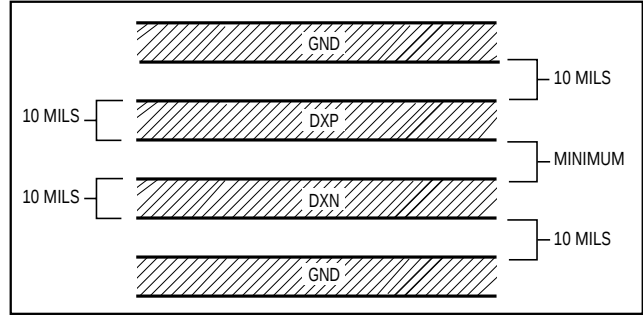

図2. 推奨DXP/DXNプリント基板トレース
- 4) DXP-DXNトレースの両側でガードトレースをGNDに接続して下さい(図2)。ガードトレースが所定の位置にあれば、高電圧トレースの近くに配線しても問題はありません。
- 7) 広いトレースを使用して下さい。狭いトレースは誘導性が強く、放射ノイズを拾いやすくなります。図2で推奨されている0.25mmの幅と間隔は必ずしも必要ではありません(これによるリーク電流とノイズの改善は僅かです)。しかし、可能な限りこれに従って下さい。